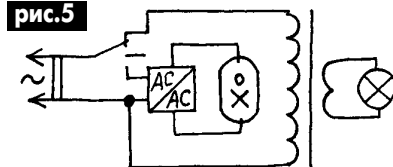

рис.6
7. Лампочки-экономки дорогие. Чтобы экономить не только электричество, но и эти лампочки, можно объединить идеи [3] и [4] в одном светильнике, оснастив его переключателем на 2 или 3 положения (рис.6).